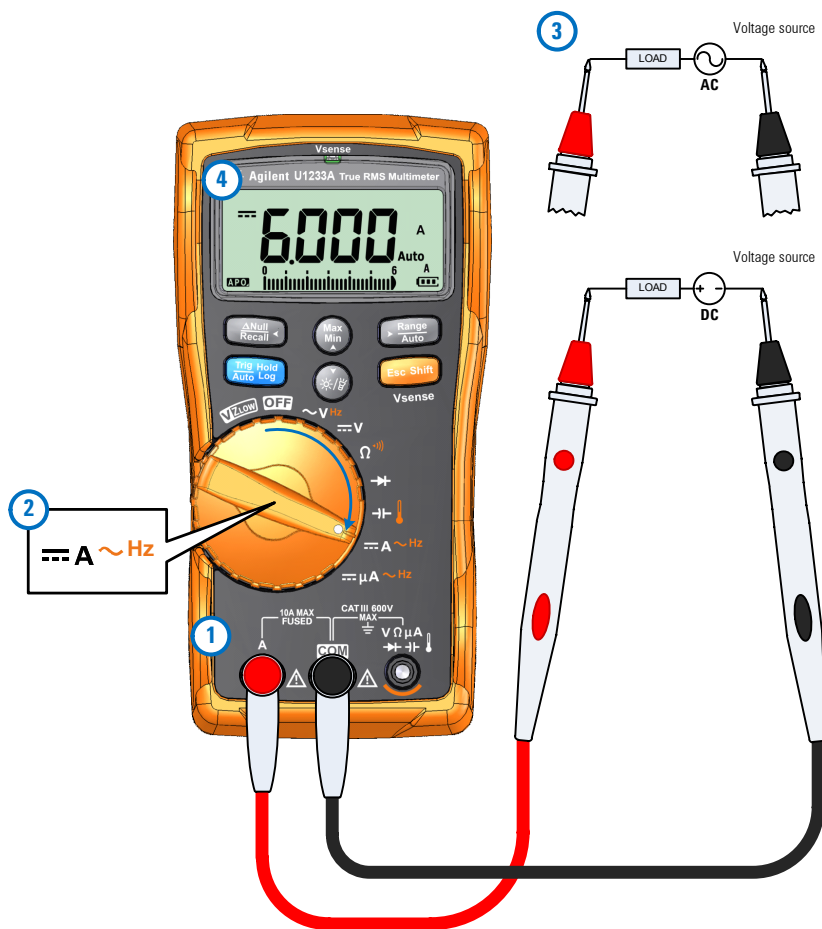
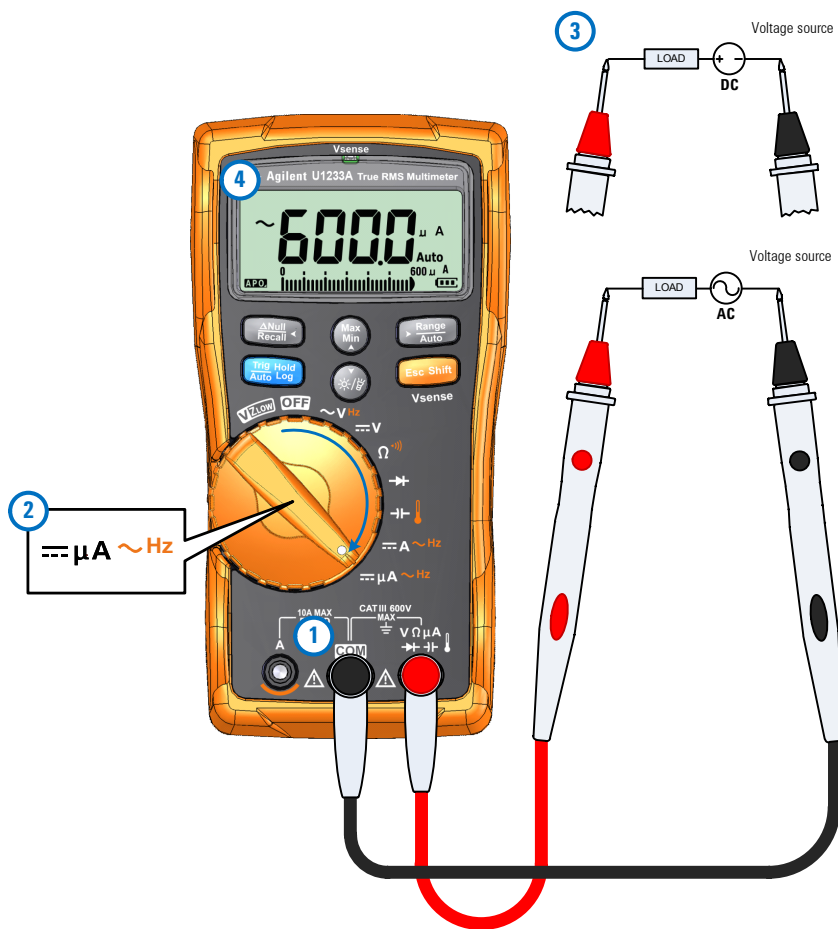

Figura 2-24 Misurazione della corrente CC/CA (fino a A)
Figura 2-25 Misurazione della corrente CA/CC (fino a μ A)
Impostare il multimetro per misurare la corrente CA o CC come nella **Figura 2-24** e nella **Figura 2-25**. Misurare i punti di test e leggere il display.
- 1** Impostare il multimetro per misurare i valori μA come nella **Figura 2-25**.